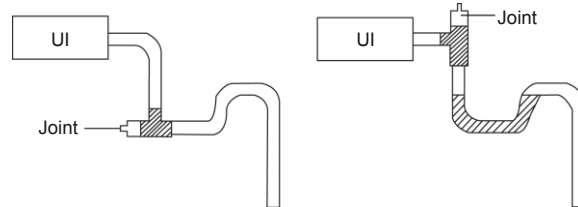

Fig 4.3.5
- (5) Poser le siphon comme indiqué sur la Fig 4.3.5.
- (6) Poser un siphon pour chaque unité.
- (7) Lors de la pose du siphon, tenir compte de ses modalités de nettoyage.